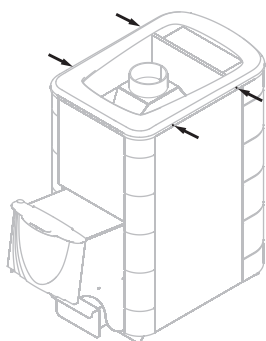

Bild 13. Bohrschrauben für Demontage Ofenkonvektors
2. 4 Bohrschrauben losmachen, Konvektorrahmen entfernen (Bild 13)